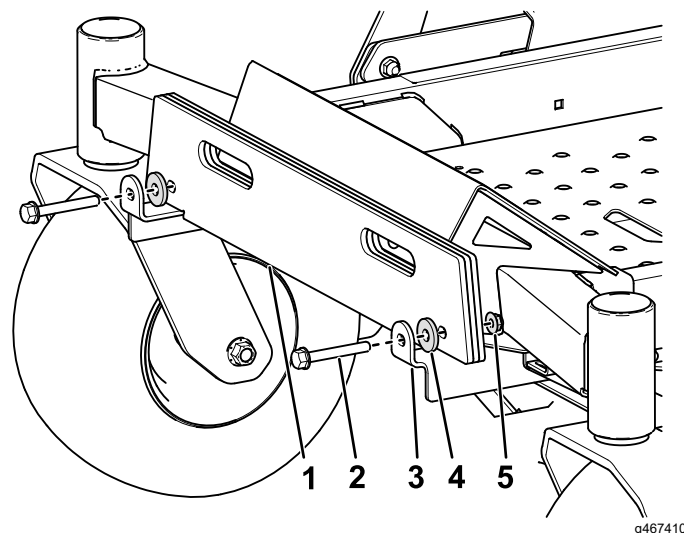

Figura 4
2. Montate le zavorre a valigetta (montandone un numero determinato dalle dimensioni del piatto di taglio) sulle relative staffe di montaggio con 2 bulloni ($\frac{3}{8}$ " x $2\frac{3}{4}$ "), 2 rondelle e 2 dadi di bloccaggio ($\frac{3}{8}$ "), come illustrato nella Figura 4.